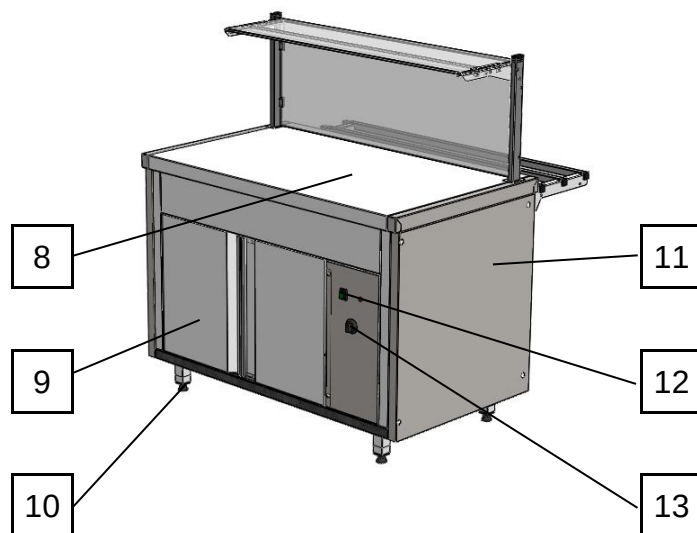

Рисунок 2. Вид прилавка со стороны продавца.
Для включения подсветки следует включить переключатель (12) на пульте управления прилавком (см. рис.2). При включении загорается подсветка кнопки переключателя.